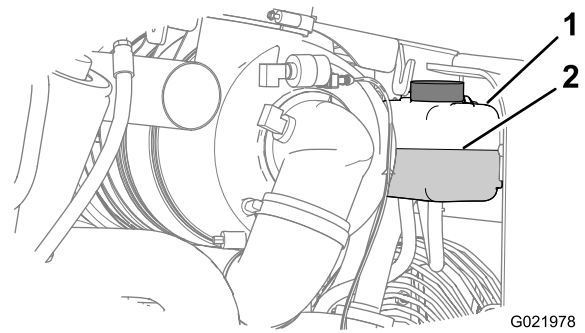

Bild 77
4. Prüfen Sie den Kühlmittelstand im Behälter (Bild 77).
Hinweis: Stellen Sie sicher, dass der Kühlmittelstand zwischen der Nachfüll- und Voll-Markierung am Behälter liegt (Bild 77).